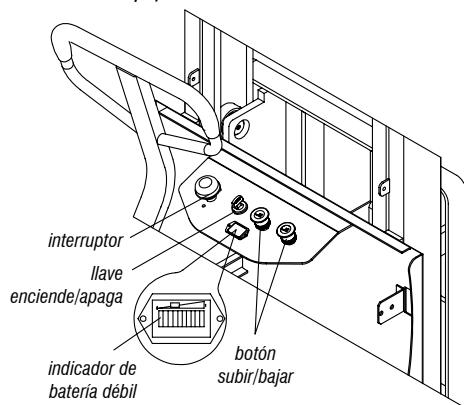

Fig. 3 – Panel de control
2. Confirme si hay electricidad en las baterías, destrabe la puerta semieléctrica y verifique el coulémetro en el panel de control de la transpaleta. Si una barra en la extremidad izquierda estuviera brillante, esto indica que no hay electricidad (vea la Fig. 3) y que la carga debe ser realizada inmediatamente. Es estrictamente prohibido operar la transpaleta sin electricidad, pues esto reducirá mucho la vida útil de las baterías e incluso podrá dañarlas.